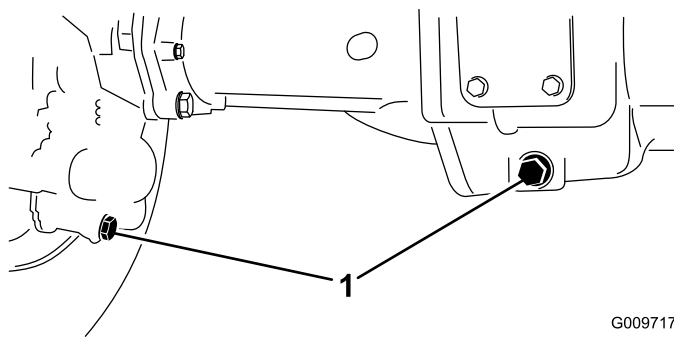

Figura 46
- Limpie la zona alrededor de los tres tapones de vaciado, uno en cada extremo y uno en el centro (Figura 46).